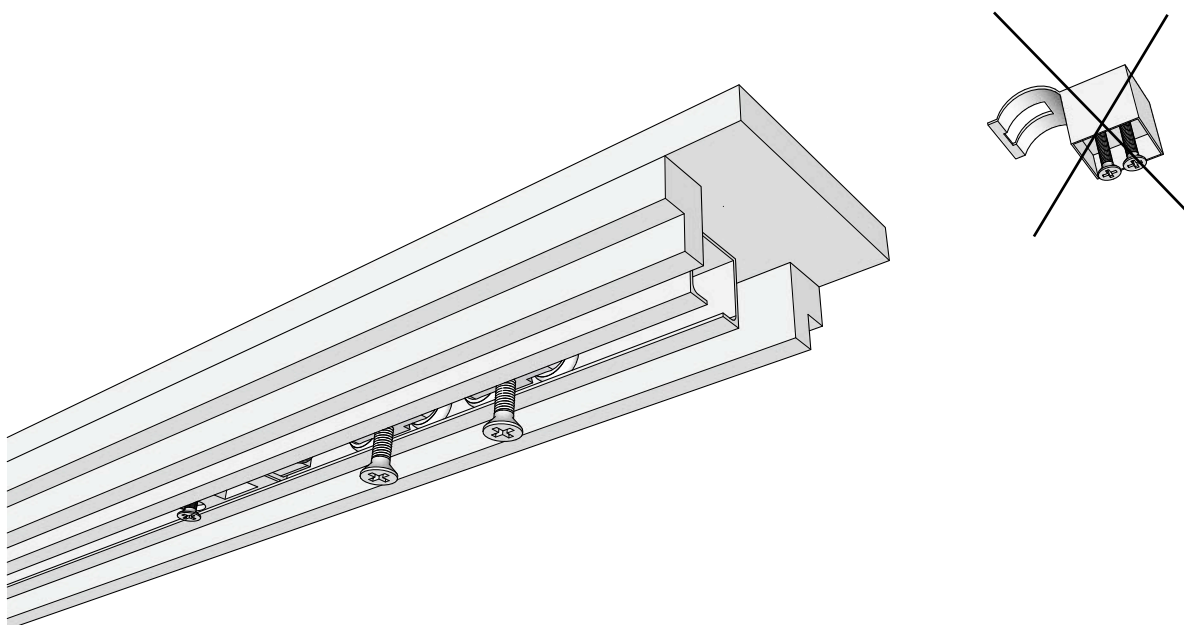

Рисунок 24
11.2. При использовании доводчика удалить концевой стопор из верхней направляющей, чтобы он не мешал работе механизма (Рис.24)